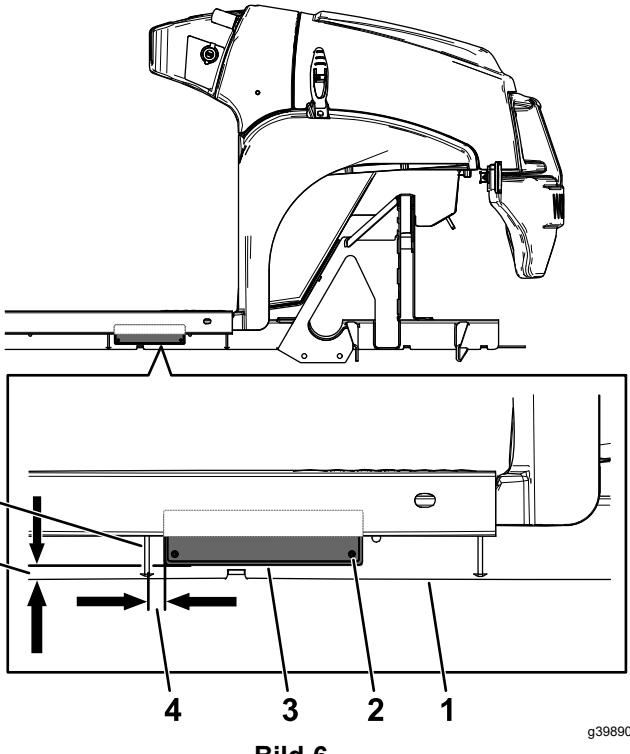

Bild 6
1. Befestigen Sie das Typenschild mit vier Blindnieten (3 x 10 mm) in der abgebildeten Position Bild 6.